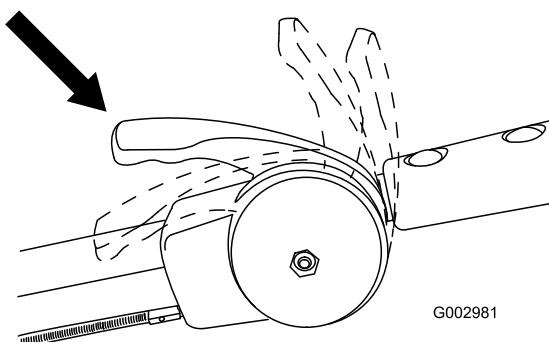

Figura 23
5. Cuando el motor arranque, mueva el acelerador a la posición Rápido (Figura 23).